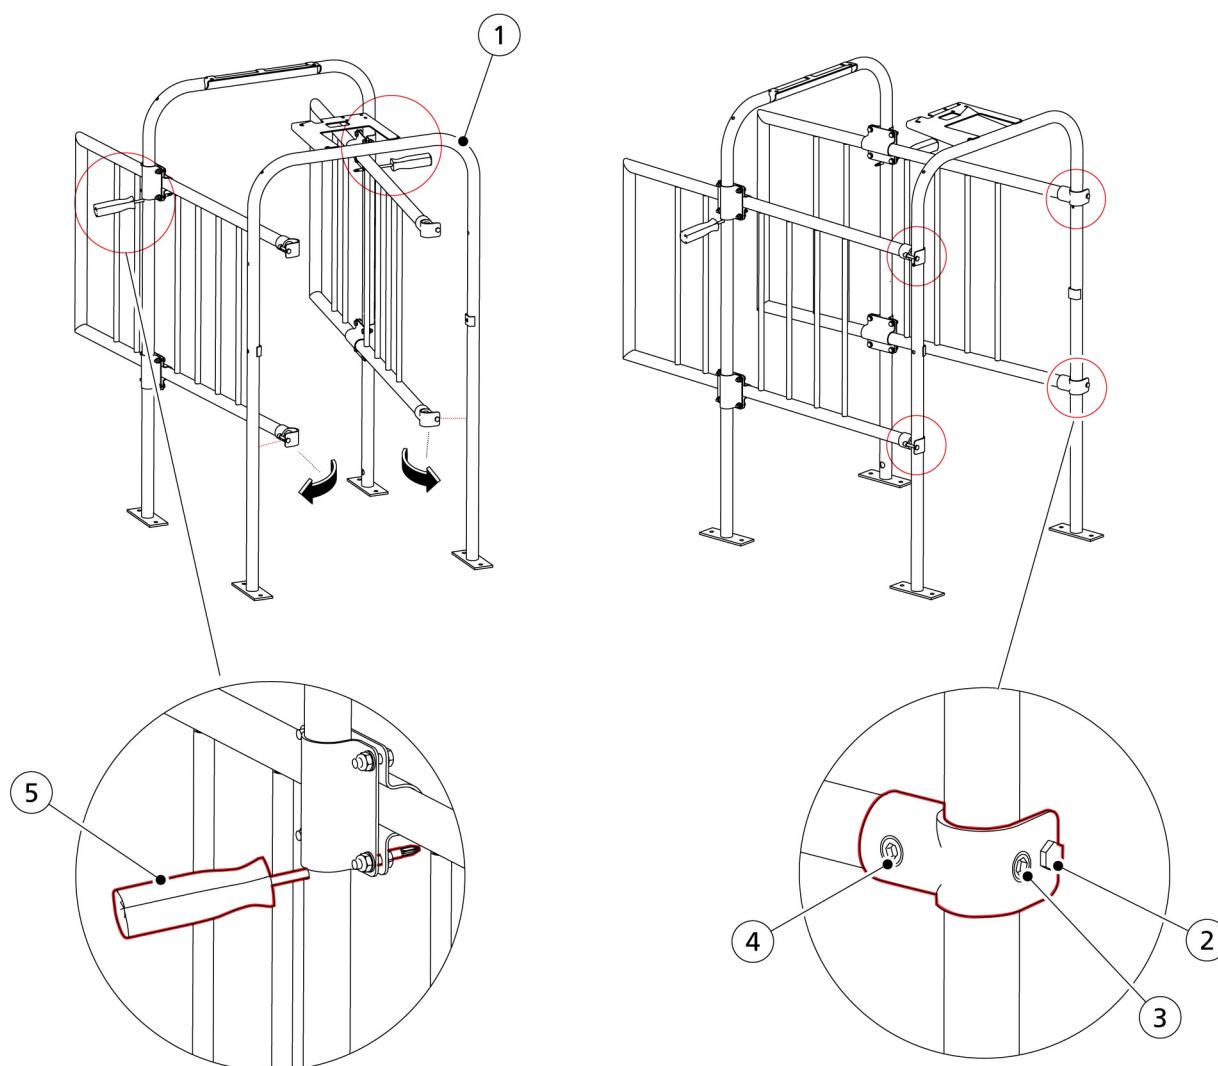

Abbildung 17. Anheben der Gitter und Montage des hinteren Portalrahmens
2. Befestigen Sie die beiden Seitengitter (6) mit den vier Kreuzklemmen (5) mit Hilfe der Schrauben, Unterlegscheiben und Muttern locker am vorderen Portalrahmen.
3. Schrauben Sie die vier T-Klemmen (4) mit einem Inbusschlüssel von 8 mm locker auf die Seitengitter.
4. Drehen Sie die vier Schrauben (3, abb. 17, Seite 5-6) aus den T-Klemmen.
5. Heben Sie beide Seitengitter an und stecken Sie Schraubendreher oder Stifte (5) in die Löcher des vorderen Portalrahmens, um die Position der Seitengitter zu sichern.
6. Legen Sie den hinteren Portalrahmen (1) auf den Boden und halten Sie ihn fest.